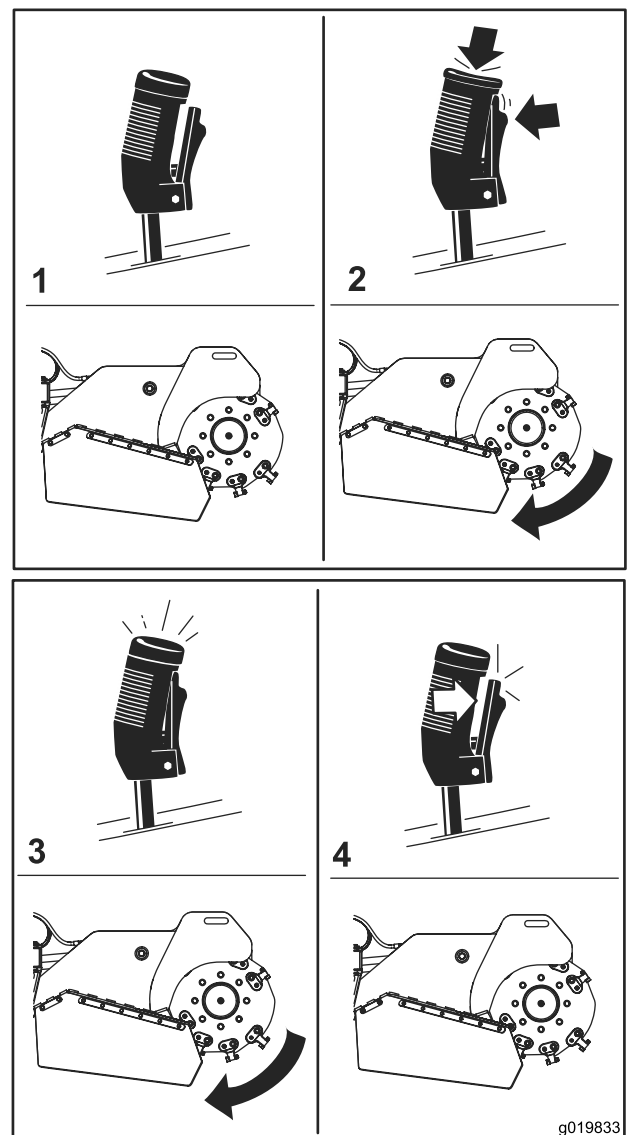

Bild 12
- Drücken Sie den Abzug und drücken Sie dann die rote Taste oben am Hebel, um die Fräse zu starten (**Bild 12**). Nach dem Start der Fräse können Sie die rote Taste loslassen.
- Lassen Sie den Abzug für mehr als eine halbe Sekunde los, um die Fräse anzuhalten (**Bild 12**).